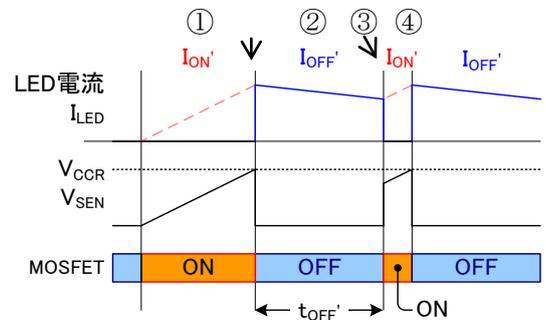

図 8-8 昇降圧コンバータ動作波形
本 IC を昇降圧コンバータで使用した場合、図 8-8 の①～④のポイントの内部 PWM 電流制御は、以下になります。
① PWM オン期間